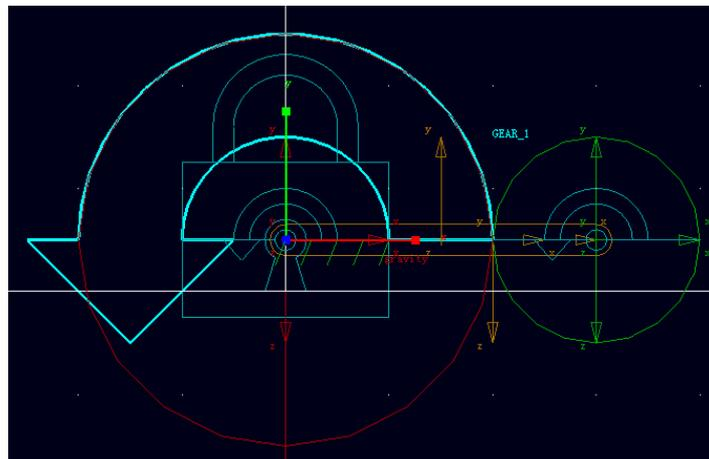

图 4-12 齿轮上的旋转驱动
4.8 在 ADAMS/View 驱动库中选择旋转驱动 (Rotational Joint Motion) 按钮，在 Speed 一栏中输入 360，360 表示旋转驱动每秒钟旋转 360 度。在 ADAMS/View 工作窗口中，两个齿轮中任选一个作为主动齿轮，本设计中选择左边的齿轮 (红色的)，用鼠标左键点击齿轮上的旋转副 (JOINT_1) 或者旋转副 (JOINT_2)，一个旋转驱动创建出来，如图 4-12 所示，图中显亮的部分为旋转驱动。